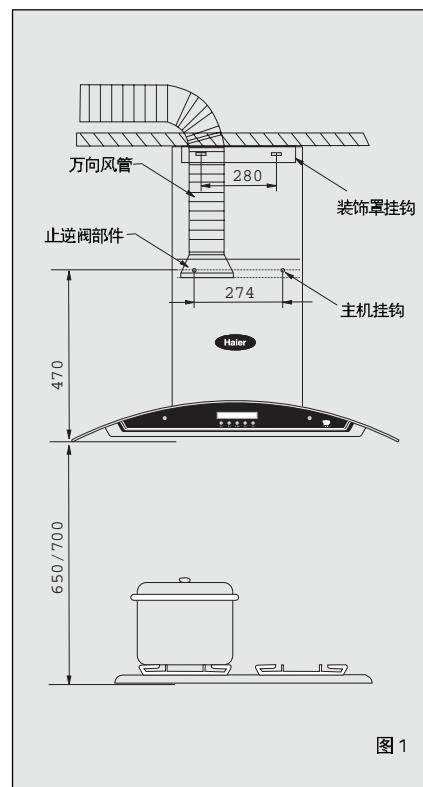

图1
1. 按图1尺寸在灶具上方坚实的地方确定冲击钻钻孔位置。冲击钻配上Φ8的冲击钻头，在钻孔位置上钻出2个直径为8mm，深为50mm的孔（间距为274mm），在两个打孔处安装膨胀螺栓，固定主机挂钩，旋入木螺钉拧紧。
2. 根据实际情况确定内装饰罩的高度，按图1尺寸在安装吸油烟机位置正上方坚实的地方确定冲击钻钻孔位置（间距为280mm）。在钻孔位置上钻出2个直径为8mm，深为50mm的孔，牢固埋设膨胀管，将装饰罩支架固孔对准膨胀管，旋入木螺钉拧紧。
将止逆阀部件与密封垫圈置于主机的出风口处，用8个M4x20的十字槽扁盘头螺钉紧固。将万向风管插入止逆阀座的槽内，并用2个ST3x8的螺钉紧固于止逆阀部件上（图1）。
2. 将装饰罩放置于主机出风口处，注意装饰罩下部与外罩顶部周边相吻合，根据实际情况确定内装饰罩的高度并固定装饰固定架后，将内装饰罩固定在固定架面（图1）。